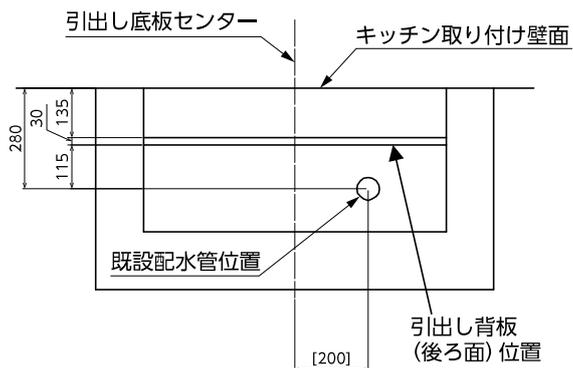

図1 排水管立上げ位置(例)
本キットを使用するキャビネットにはタイプAとBがあります。本設置説明書では、図1(タイプA)の場合を例に説明します。現場の排水管立上げ位置に合わせて設置してください。
- 図1の排水管立上げ位置(壁面から280mm)の場合、以下の寸法を加減して130mm(底板切り欠き寸法)となります。